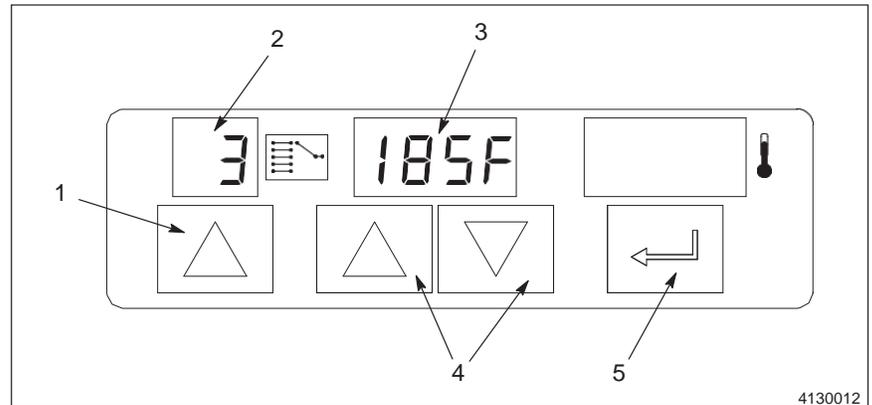

Fig. A 4-3 Ajustando a Temperatura de uma Zona
3. Ver a Figura A 4-3 e a Tabela A 4-5. Pressionar a tecla Para Cima (1) até que o número da zona desejado apareça no visor do seletor (2). O visor multifuncional (3) troca para mostrar o ajuste da temperatura atual para a zona selecionada.
4. Pressionar a tecla para Cima ou para Baixo (4) para trocar a temperatura. O visor multifuncional pisca.
2. Ver a Figura A 4-3. Pressionar a tecla Para Cima (6) até 0 (Set All) apareça no visor do seletor. Todas as três luzes zona-tipo ligam e o visor multifuncional (3) mostra uma temperatura de pré-definição de 177 °C (350 °F).
3. Pressionar as teclas para Cima ou para Baixo (4) para mudar a temperatura. O visor multifuncional pisca.
4. Pressionar a tecla Enter (5) para mudar a temperatura ajuste de todas as zonas que são ligadas na temperatura mostrada no visor multifuncional. O visor multifuncional para de piscar.